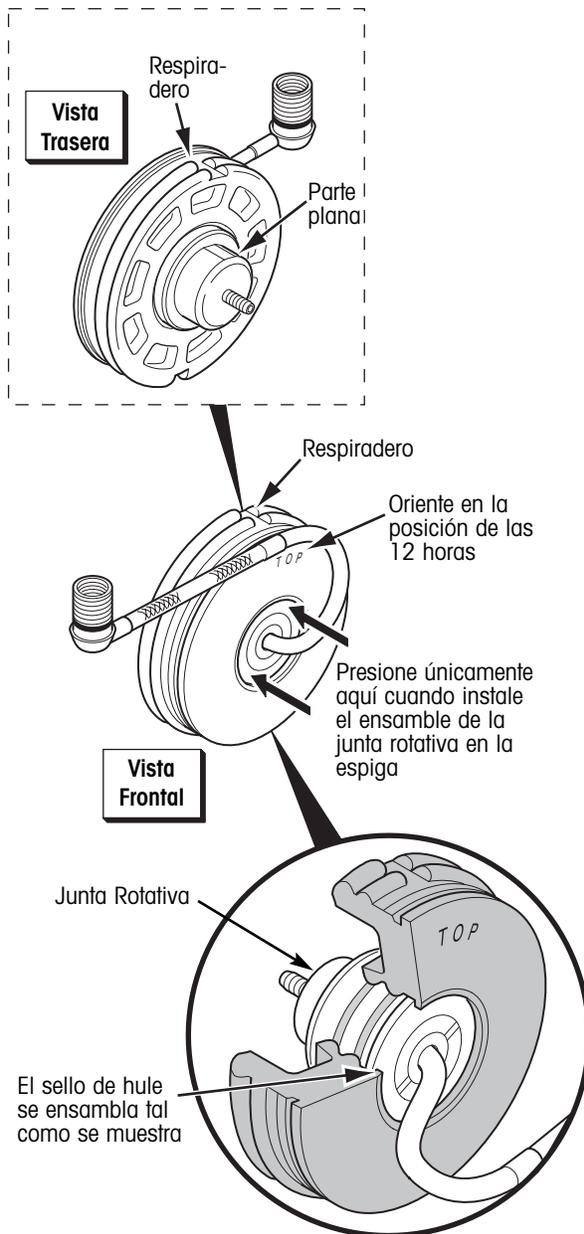

Figura 10. Ensamble de la junta rotativa
1. Si es necesario, instale la junta rotativa en el sello de hule. Alinee el respiradero del hule con la parte plana de la junta rotativa (figura 10).
**⚠ PRECAUCION:** Cuando inserte el ensamble de la junta rotativa en el siguiente paso, no presione en el tubo de aire de acero. Cuidadosamente presione únicamente en la cara externa de la junta rotativa que hace contacto con el sello de hule (figura 10).